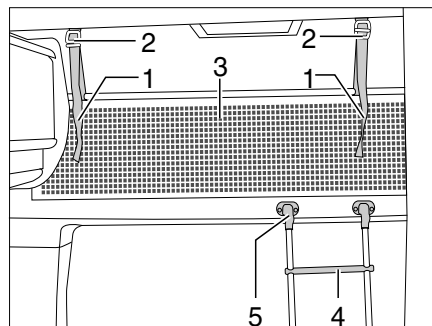

Fig. 155 Letto mansarda
Per salire sul letto mansarda, utilizzare la scaletta di accesso (Fig. 155,4) in dotazione ai modelli di serie.
- Agganciare la scalette con i longheroni nell'apposito supporto (Fig. 155,5) al pannello cieco del letto.
La rete protettiva (Fig. 155,3) è stivata sui modelli di serie tra il materasso e il telaio portamaterasso. Fissare la rete protettiva soltanto dopo che le persone si sono stese nel letto mansarda.
- Fare innestare i nastri di sostegno (Fig. 155,1) nei supporti sul soffitto (Fig. 155,2).